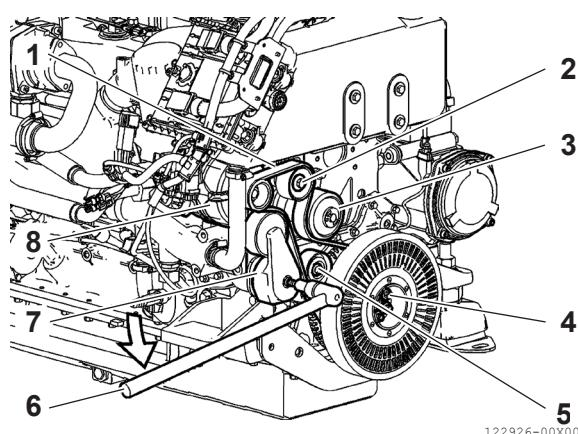

Figure 20
2. Retirez la courroie (Figure 20, (1)) en agissant sur le tendeur automatique de courroie (Figure 20, (7)) à l'aide de l'outil prévu (Figure 20, (6)) en la dégageant de l'alternateur (Figure 20, (8)), de la pompe à eau (Figure 20, (3)), des poulies (Figure 20, (2)) et (Figure 20, (5)) et de la poulie du vilebrequin (Figure 20, (4)).
5. Utilisez l'outil prévu à cet effet (Figure 20, (6)) sur le tendeur de courroie automatique (Figure 20, (7)) pour placer la nouvelle courroie en position de fonctionnement.
6. Il n'est pas nécessaire de procéder à d'autres ajustements. La tension de la courroie est réglée automatiquement par le ressort calibré du tendeur automatique de courroie (Figure 20, (7)).